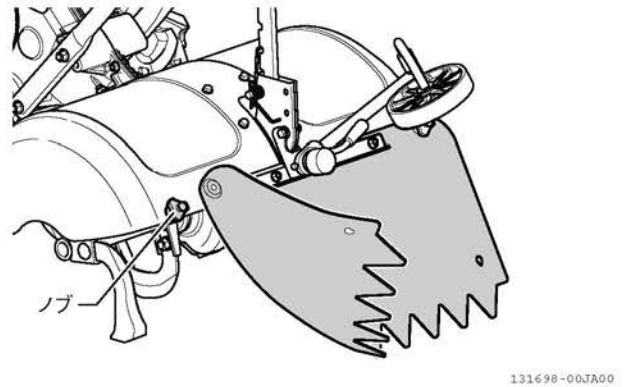
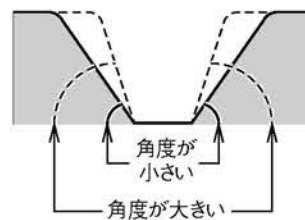

図 3-19 うね立て (リヤシート)
図 3-20
- リヤシートを使用して、用途に合わせて、うねの角度(大きい・小さい)を調節することができます。ロータリーカバーの端のノブからリヤシートを外すと、角度の立ったうねができます。(図 3-19、図 3-20)